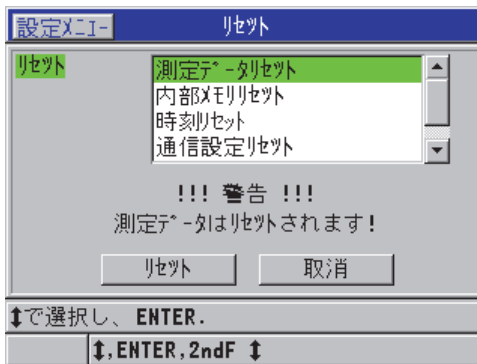

図 12-1 リセット機能をオンにする
2. リセット画面で、以下の操作を行います（217 ページの図 12-1 を参照）。